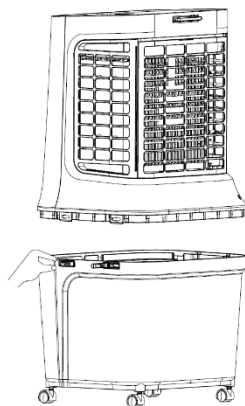

Abb. 3
2. Gießen Sie langsam Wasser in den Wassertank (siehe Abbildung 3 und 4).